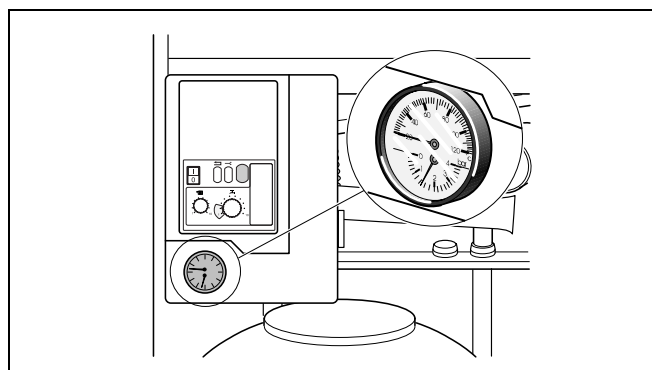

Fig. 16 Indicator de presiune
- Robinetul de apă se deschide încet și instalația se umple până la o presiune de 1,0 – 1,2 bar (fig. 16). Presiunea minimă este de 1,0 bar.